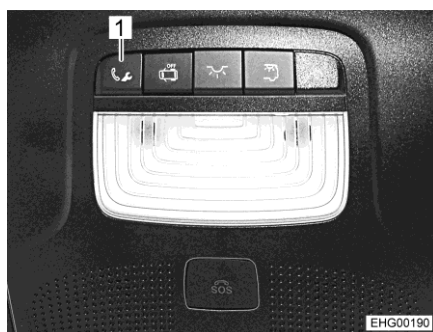

Bild 14 Taste für Pannenanruf
- Taste (Bild 14,1) für Pannenanruf drücken. Anruf beim Mercedes-Benz Kundencenter wird ausgelöst.